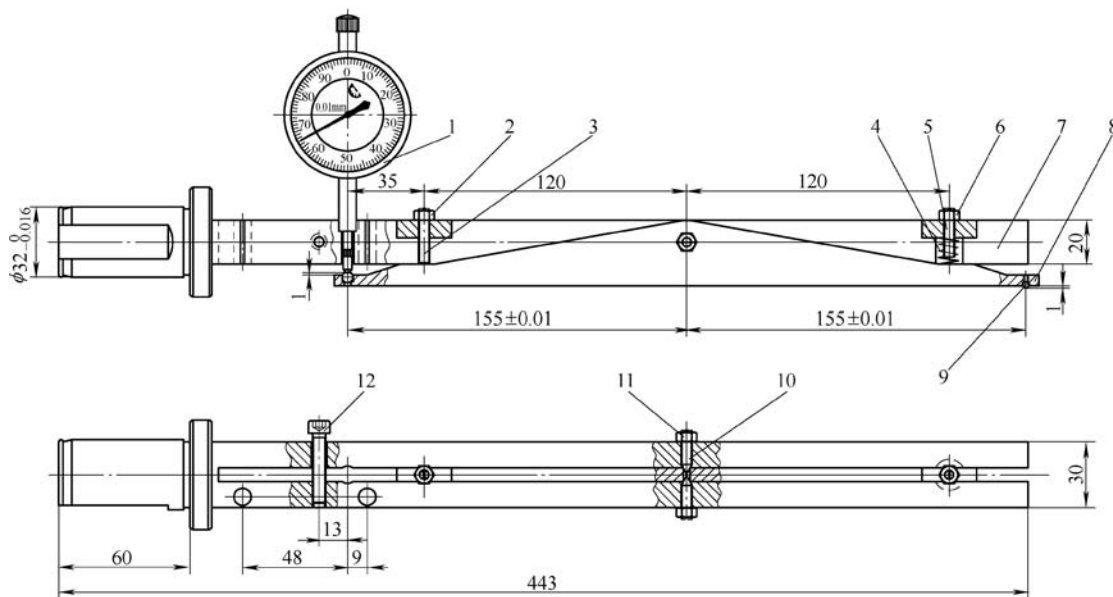

图7 同轴度在线检具
(2) 工作台回转中心与机床主轴相交误差的调整。工作台回转中心与机床主轴在水平面内不相交的情况,将直接影响产品加工后的同轴度精度,其调整在现场实际操作时有一定难度,如果加工后的零件在回转工作台夹具中不拆卸就能直接测出其在水平方向的同轴度误差数值,对精准调整其位置将会带来便利。为此设计了同轴度专用检测量具进行在线测量,具体结构如图7所示。